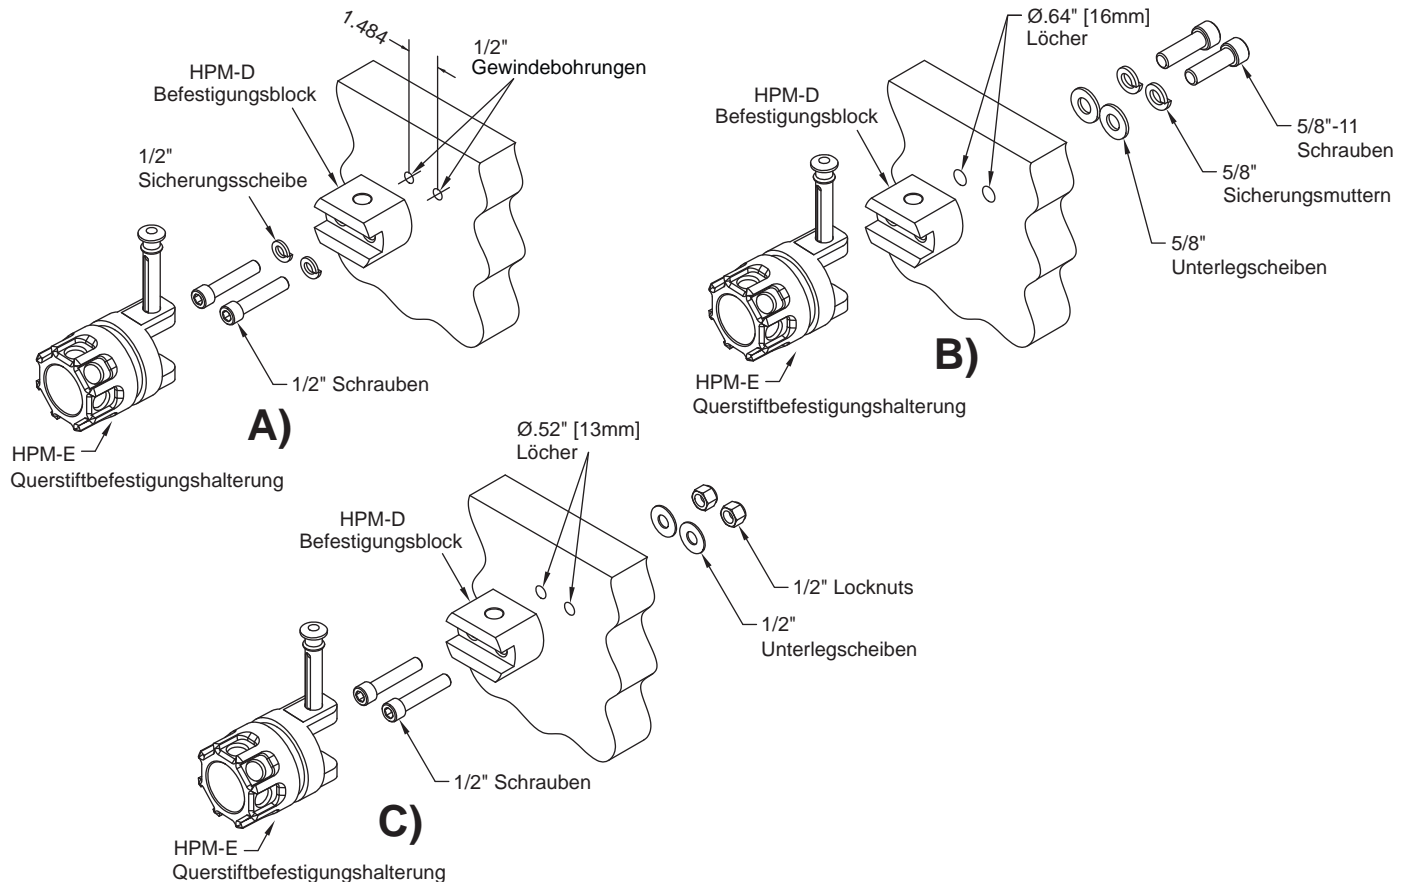

Abb. 2.14 Montagemöglichkeiten für Befestigungsblock
Ein Befestigungsblock kann als eine fest eingestellte Befestigungshalterung für den Durchfluss oder als Aufbewahrungshalterung für den Wasserwerfer Hemisphere verwendet werden. Diese Befestigungshalterung kann an Standorten verwendet werden, wo die Rückseite der Montagefläche unzugänglich ist. Der Befestigungsblock kann von der Vorderseite einer ausreichend harten Oberfläche durch Hinzufügen zwei zusätzlicher 1/2" [13mm] Gewindebohrungen angeschraubt werden (siehe Abb. 2.14 a). Der Befestigungsblock kann ebenso von der Rückseite der Montagefläche angeschraubt werden, indem Sie zwei (2) 0,64" [16mm] Durchgangslöcher bohren (siehe Abb. 2.14 b) und zwei (2) 5/8"-11 [16 mm] Schrauben in die Gewindebohrungen auf der Halterung schrauben. Bei der dritten Möglichkeit werden zwei (2) 0,52" [13,2mm] Löcher gebohrt und der Befestigungsblock von der Vorderseite mit 1/2" [12,7mm] Schrauben, Unterlegscheiben und Sicherungsmuttern angeschraubt.